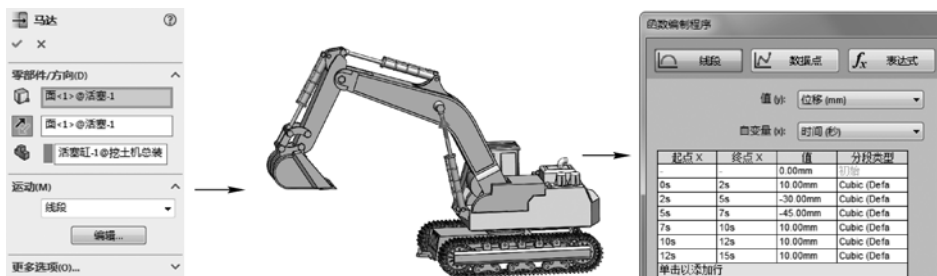

图 5-20 添加第一个直线马达并设置马达线段
STEP 3 同步步骤 2 的操作，单击“马达”按钮，选择支撑动臂的一个“活塞”，要相对移动的零部件选择其下部的“活塞缸”，然后输入“线段”运动类型的相关数据，如图 5-20